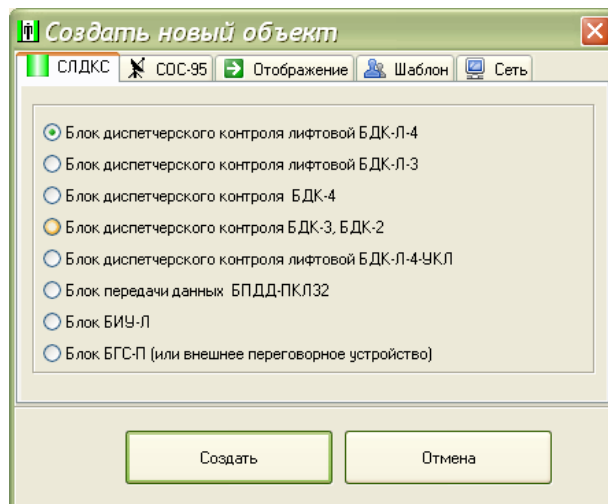

Рисунок 2
- выбрать на вкладке «СЛДКС» тип блока «БДК-Л-4» (рисунок 2);